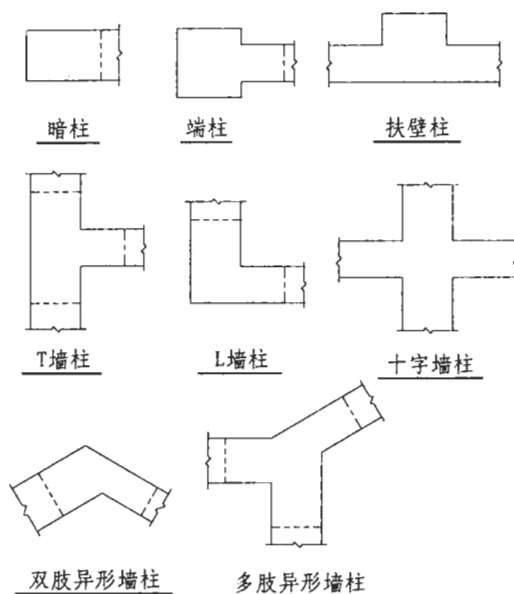

图 5.1.4 墙柱截面形式
5.1.4 本图集给出了粘钢加固墙身、加大截面加固墙身(或墙板加固)、外包钢加固墙身、加大截面加固墙柱、外包钢加固墙柱、粘钢加固连梁等的表示方法。墙柱截面形式见图 5.1.4。